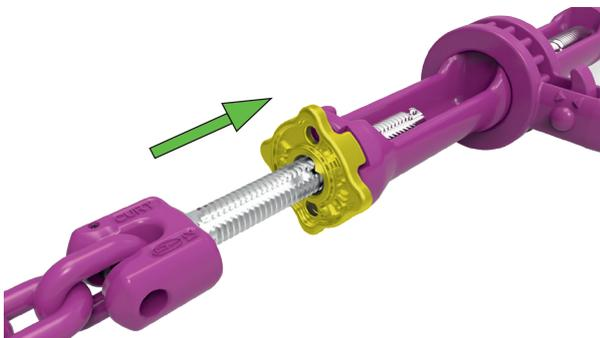

Fig. 6: Chiusura del disco di sicurezza
- Dopo aver eseguito la regolazione di precisione, spostare il disco di fissaggio nuovamente verso il tubo filettato. Il disco di fissaggio deve innestarsi in accoppiamento di forma e inserirsi facilmente nel contorno a croce del tubo filettato (Fig. 6).